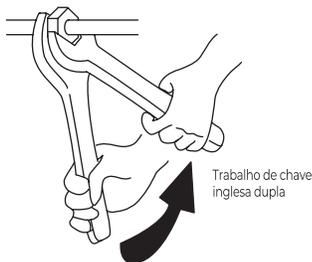

Fig. 4.2. Trabalho do Aperto da Porca de Alargamento
- Ao apertar a porca de alargamento, use duas chaves como mostrado na Fig.4.2